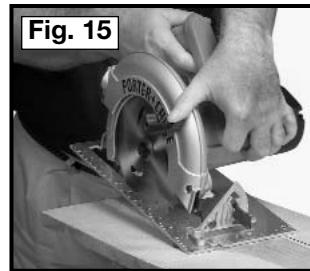

Fig. 15
ADVERTENCIA Use la agarradera (palanca) de retracción (A) Fig. 14, montada en el protector telescopico para abrirlo manualmente. (Vea Fig. 15.)
El corte de bolsillo se hace empezando dentro del área del material en lugar de empezar en el canto (borde). Marque el área claramente con líneas en todos los lados. Empiece cerca de la esquina de un lado poniendo la orilla delantera de la base de la sierra firmemente sobre la pieza de trabajo. Incline la sierra de manera de que el disco no esté tocando el material. Asegure que haya ajustado el disco para la profundidad del corte. Abra el protector telescopico completamente (Fig. 15).